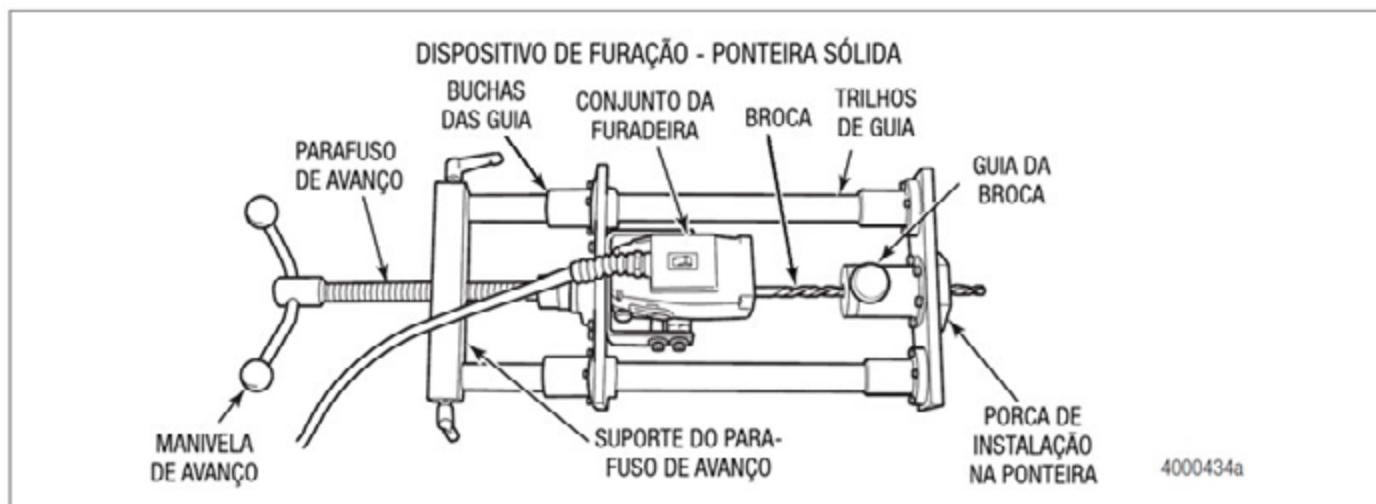

Figura 2.29
5. Instale a broca de 7/16 x 12 polegadas na furadeira. Figura 2.29.